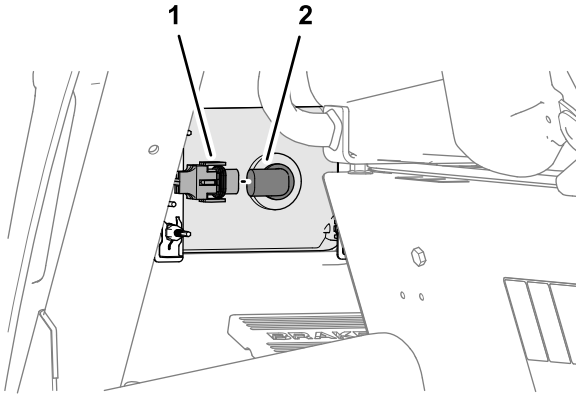

Figura 21
1. Desenchufe el conector del faro del arnés de cables de la máquina del conector de la lámpara del faro (Figura 21).